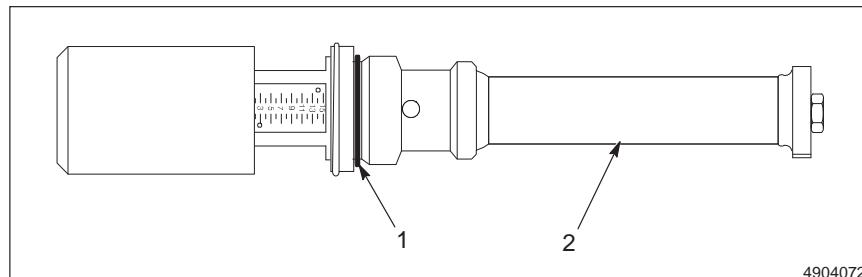

Fig. A 6-5 Inspecionar o Anel O e a Tela do Filtro
2. Ver a Figura A 6-5 e a Tabela A 6-2. Inspecionar o anel O (1) e a tela do filtro (2).